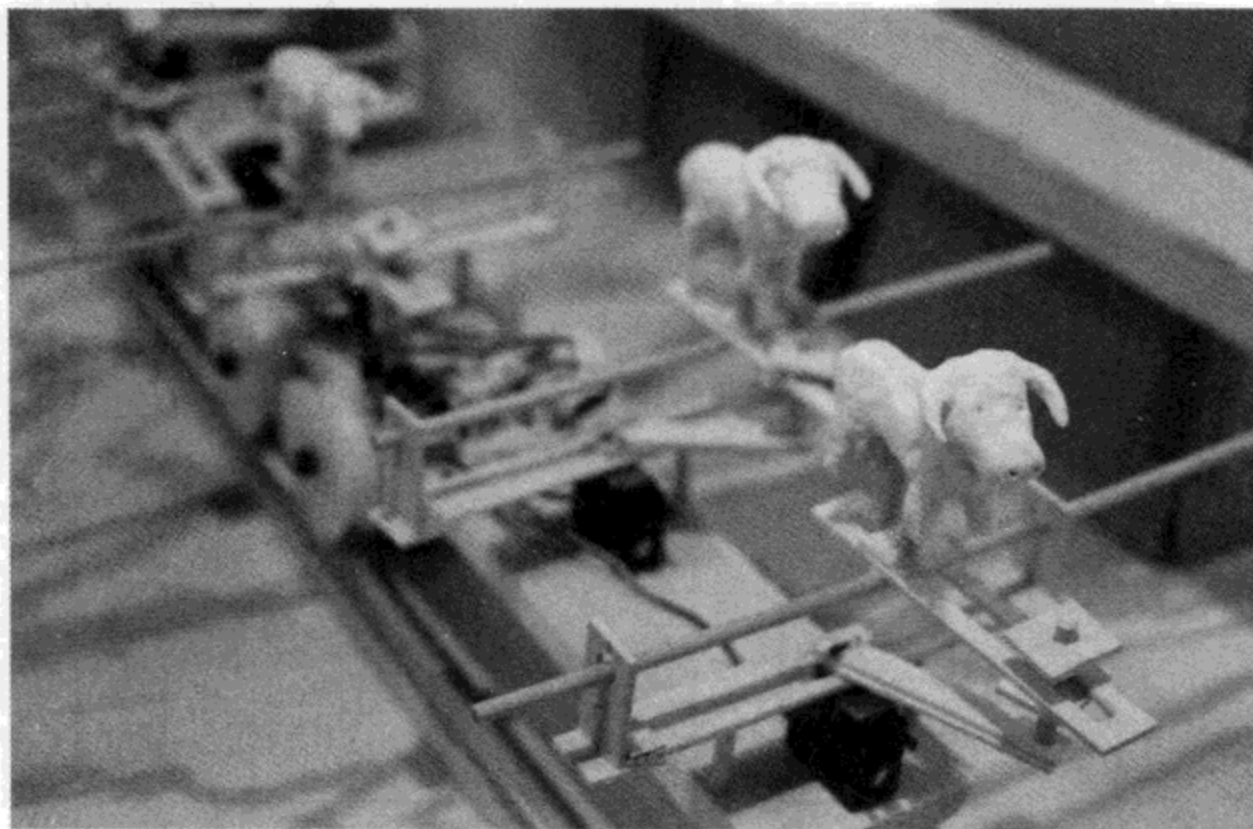

图8.10 “奔跑的公牛”中的滑块总成
(1) 滑块总成：用来将摆动转换为直线往复运动，如图 8.10 所示。用滑块总成可将舵机臂的摆动转化为直线运动。